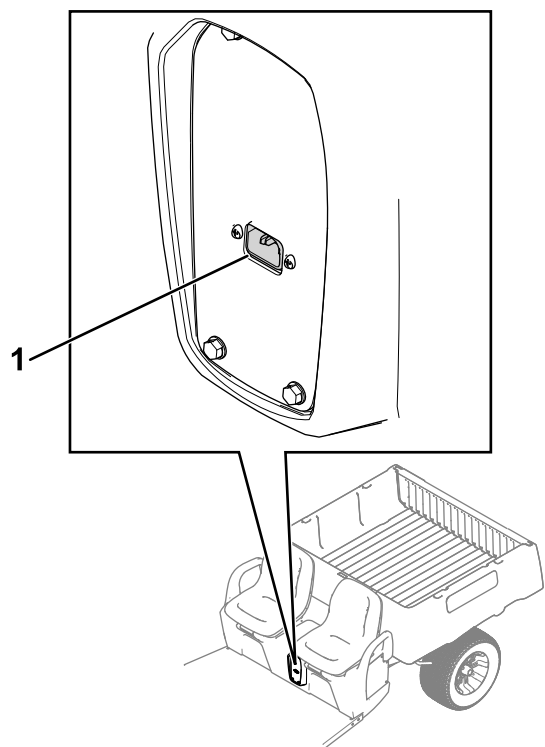

Figure 25
1. Branchez le cordon d'alimentation dans la prise du chargeur de la machine (Figure 25).